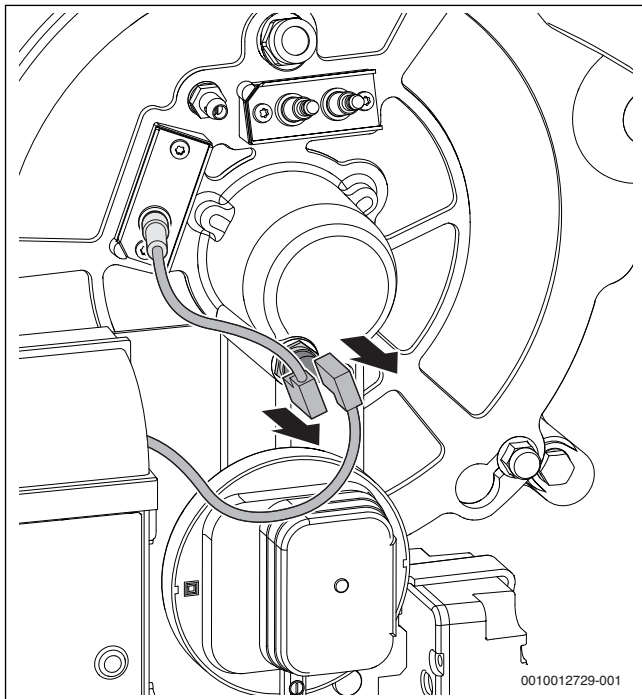

Bild 93 Stecker am Temperaturwächter abziehen
- Stecker am Temperaturwächter abziehen (→ Bild 93)